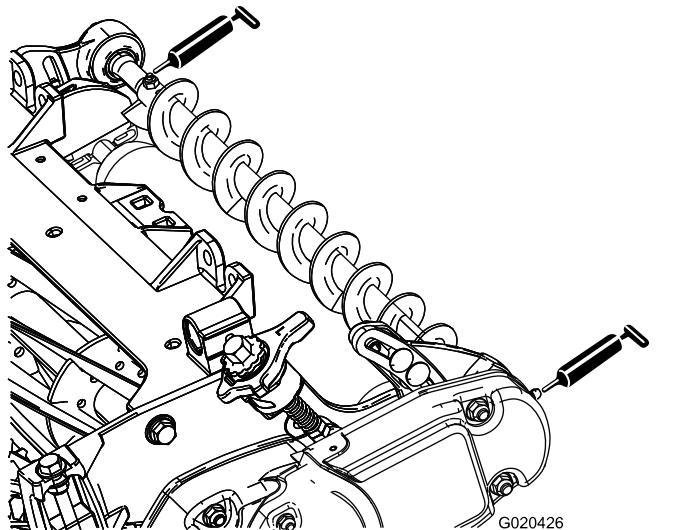

Figura 15
4. Lubrificate i raccordi d'ingrassaggio su ogni alloggiamento del cuscinetto della spazzola per rullo e sulla parte rimanente dell'apparato di taglio con grasso a base di litio n. 2 (Figura 15).